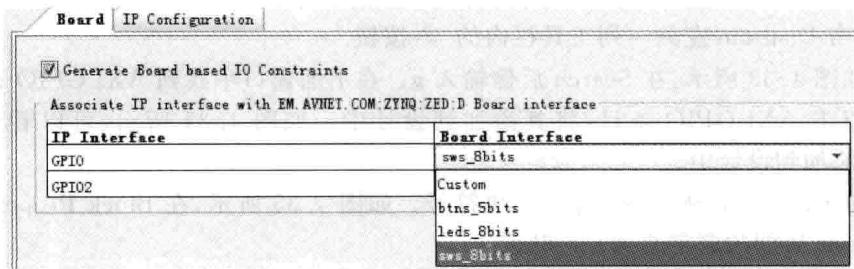

图 4.36 修改 AXI GPIO 属性(1)
(14) 如图 4.36 所示，按下面参数设置：
- ① 选中 Generate Board based IO Constraints；
- ② 在 GPIO 右侧的下拉框中选择 sws\_8bits。